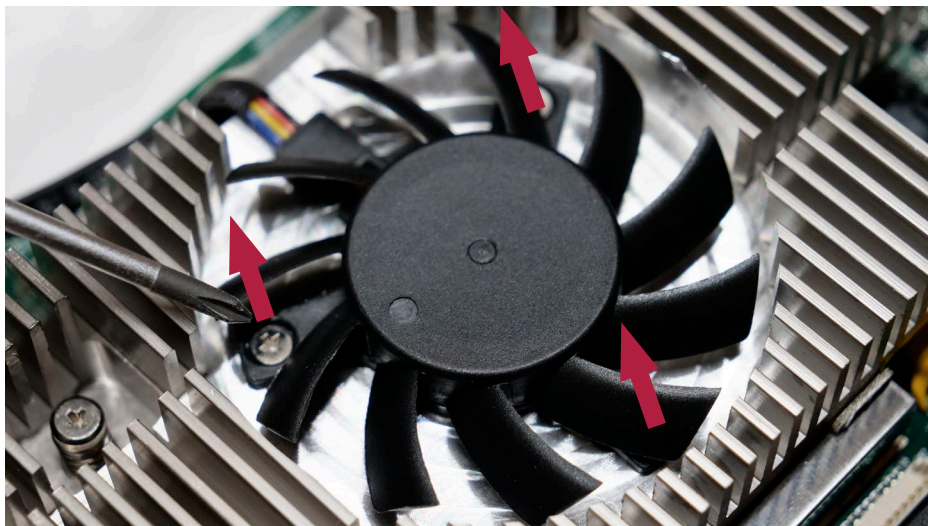

Figura 24 Retirar os parafusos da ventoinha
b) Desaperte os três parafusos que mantêm a ventoinha no lugar (ver a Figura 24)
- f) **Insira e aperte os três parafusos (força máx. de 0,3 Nm) que seguram a ventoinha (ver a Figura 24)**